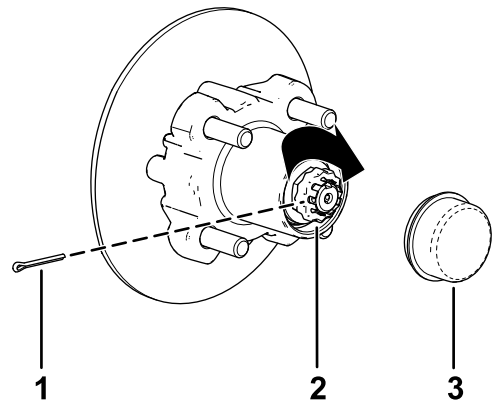

Figure 33
8. Placez le frein d'écrou sur l'écrou et vérifiez que la fente du frein d'écrou et le trou dans la fusée sont alignés et permettent d'insérer la goupille fendue (Figure 33).
9. Insérez la goupille fendue et repliez chaque jambe autour du frein d'écrou (Figure 33).
10. Reposez le couvre-moyeu sur le moyeu (Figure 33).